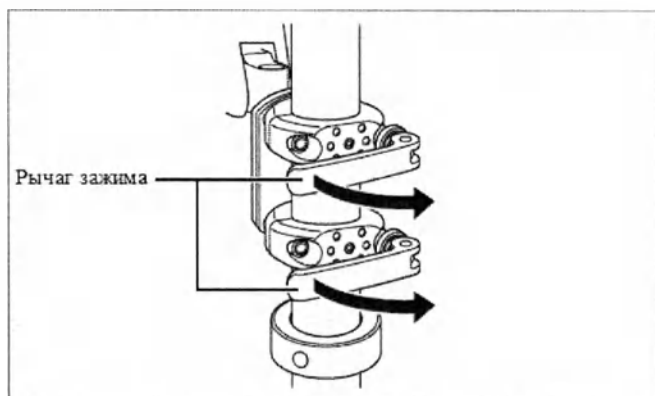

Рисунок 4.3
1. Для ослабления зажима поверните рычаги зажима в направлении, указанном стрелками (см. рисунок 4.3).